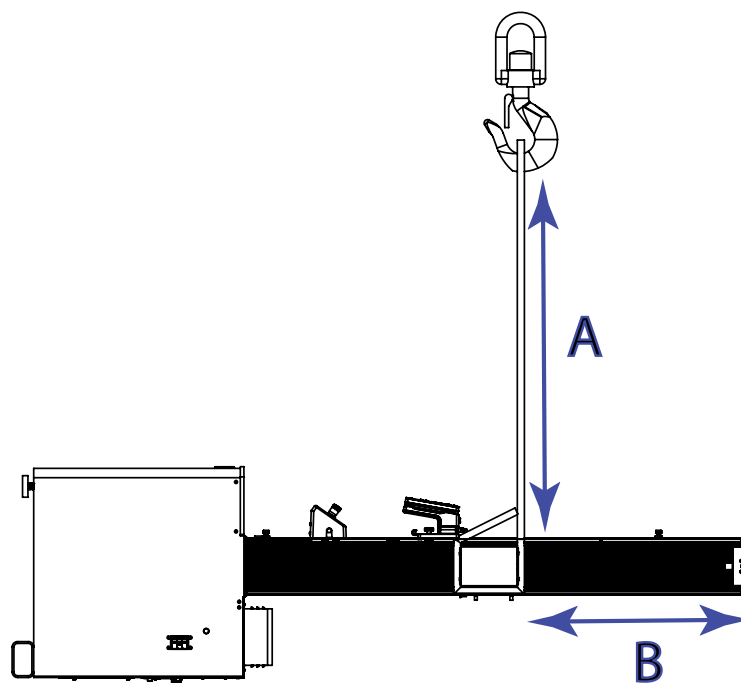

Figure 23. Fixation des élingues de levage
2. Attachez les deux élingues de levage à la traverse et fixez-les au crochet de la grue comme indiqué à la Figure 23 à la page 82 . Si vous utilisez des chaînes au lieu d'élingues, enveloppez la traverse et la plaque supérieure d'un matériau protecteur pour les protéger des rayures et des éraflures.
La longueur de l'élingue (A dans Figure 23 à la page 82) doit être supérieure à la distance requise pour franchir la plaque supérieure (B dans Figure 23 à la page 82). Cela garantit que le crochet n'endommagera pas le bâti pendant le levage.